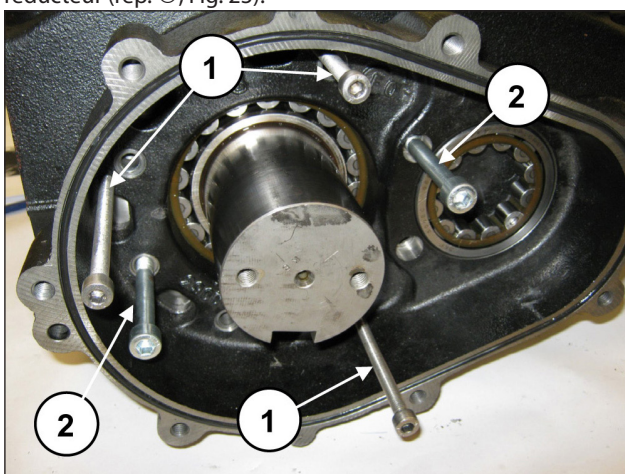

Fig. 23
Placer 3 goujons ou vis filetées M8 (rep. ①, Fig. 23) faisant office d'extracteurs, dans les orifices prévus à cet effet et deux vis M10 suffisamment longues servant à soutenir le boîtier du réducteur (rep. ②, Fig. 23).